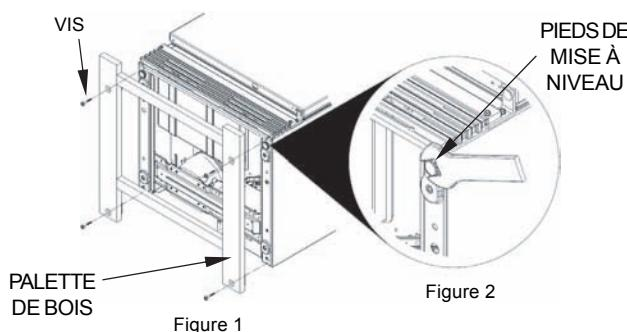

Figure 1
- Retirez les palettes de bois placées au bas en dévissant les quatre (4) vis à l'aide d'une clé à douille de 3/8 po (Fig. 1). Ces palettes de bois peuvent être jetées.
- Retirez le support de bois placé au bas en dévissant les quatre (4) vis à l'aide d'une clé à douille de 3/8 po (fig. 1), puis jetez le support.